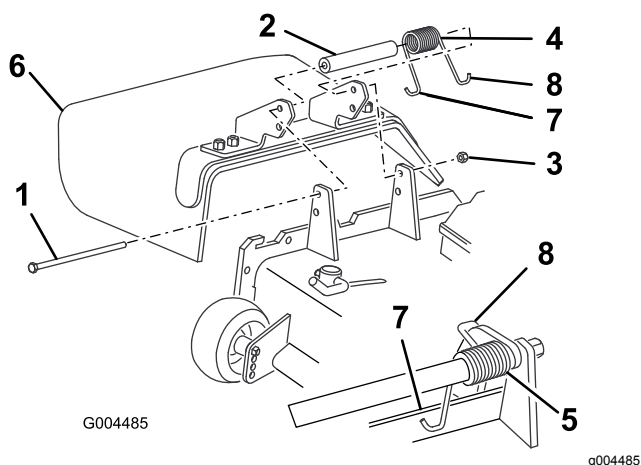

Figura 100
2. Retire a porca de bloqueio, o parafuso, a mola e o espaçador que fixam o defletor aos apoios de articulação (Figura 100).
- Coloque a anilha e a mola entre os suportes de substituição do defletor de relva (Figura 100).
Nota: Certifique-se de que a extremidade esquerda em gancho J da mola está por trás da extremidade da plataforma antes de colocar o parafuso como se mostra na Figura 100.
Nota: Coloque a extremidade em gancho J da mola em torno do defletor de relva (Figura 100).